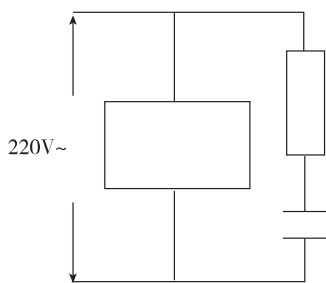
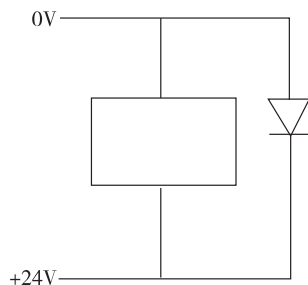
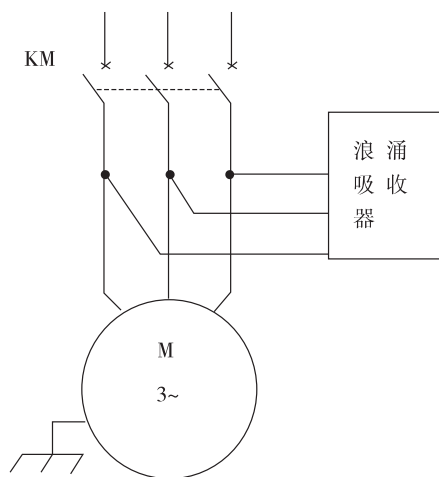

图 1-5
图 1-6
图 1-7
- (1) CNC 要远离产生干扰的设备（如变频器、交流接触器、静电发生器、高压发生器以及动力线路的分段装置等）。
- (2) 要通过隔离变压器给 CNC 供电，安装 CNC 的机床必须接地，CNC 和驱动器必须从接地点连接独立的接地线。
- (3) 抑制干扰：在交流线圈两端并联 RC 回路（如图 1-5），RC 回路安装时要尽可能靠近感性负载；在直流线圈的两端反向并联续流二极管（如图 1-6）；在交流电机的绕组端并接浪涌吸收器（如图 1-7）。